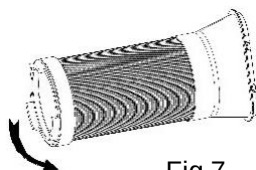

Fig.7
- Montez ensuite le joint ovale du tuyau, sur la plaque d'étanchéité pour fenêtres (Fig.7 & 8).